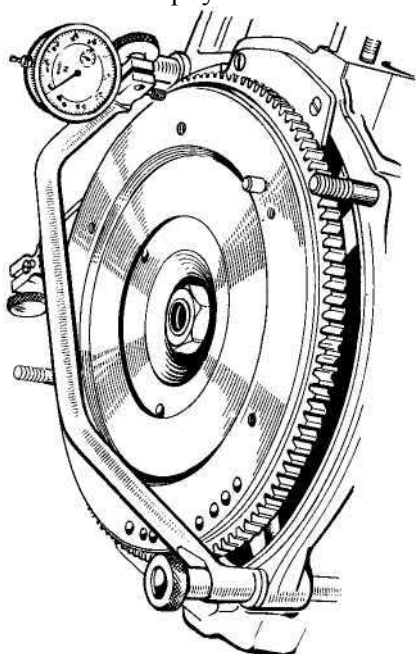

Рис. 52. Проверка биения торца маховика
- установите приспособление на шпильки картера, закрепите его гайками и проверьте биение торца маховика, которое допускается не более 0,4 мм на максимальном диаметре (рис. 52);